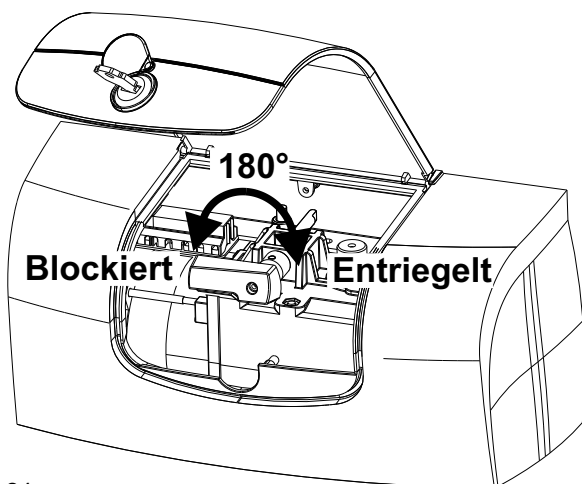

Abb. 24
- Den Motor entriegeln (siehe Abb. 24 und 25)
- Roten Entriegelungshebel um 180° im Uhrzeigersinn drehen (Abb.24).
- Roten Entriegelungshebel um 180° gegen den Uhrzeigersinn drehen (Fig.24).